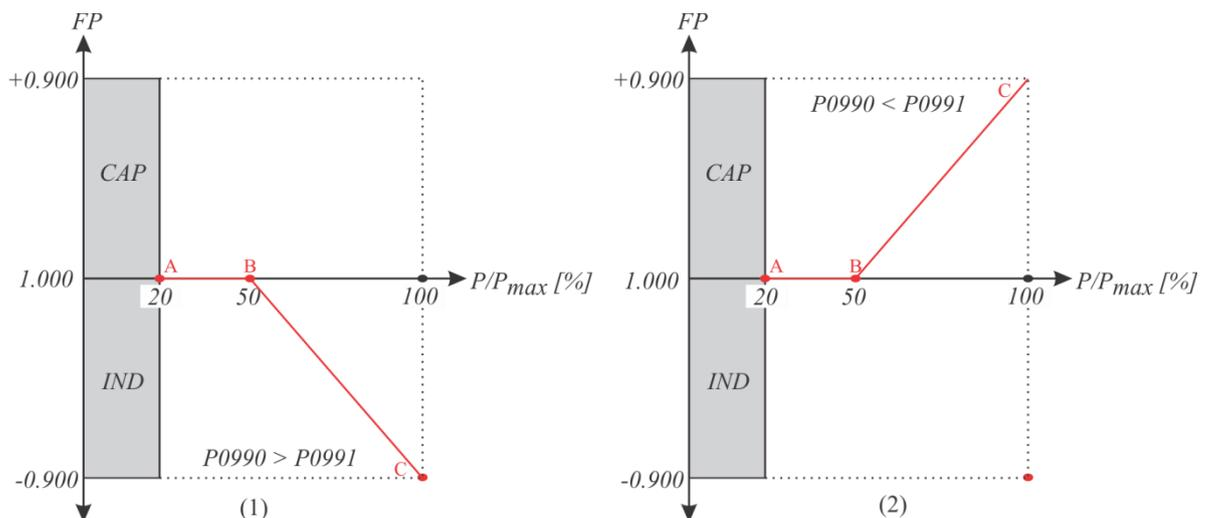

Figura 6-2 – Variação de FP pela variação de potência ativa injetada.
Conforme Figura 6-2, pode-se verificar duas curvas distintas para injeção de reativos na rede. A curva (1) é recomendada pela norma NBR16149 e destina-se ao suporte à rede elétrica em instalações onde exista elevação da tensão no ponto de conexão, cujas prováveis causas são a elevada geração de energia e/ou baixa demanda. A curva (2) destina-se ao suporte à rede elétrica em instalações onde exista diminuição da tensão no ponto de conexão, cuja provável causa seja a elevada impedância entre o gerador principal e o ponto de conexão.